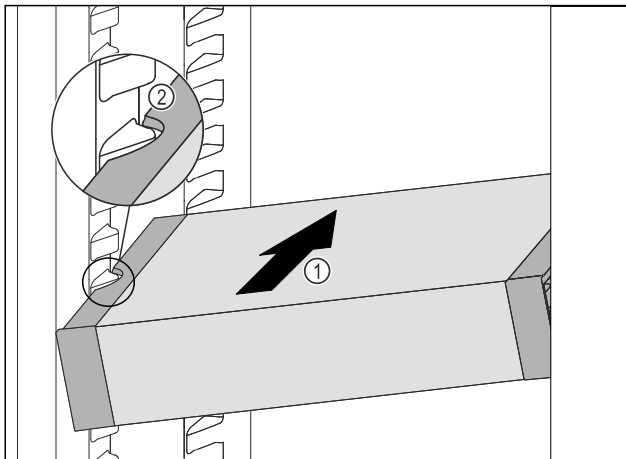

Fig. 142
- VarioSafe schuin in het koelgedeelte schuiven Fig. 142 (1), tot de uitsparingen aan de zijkant Fig. 142 (2) van de VarioSafe op de hoogte van de rib in het koelgedeelte zitten.